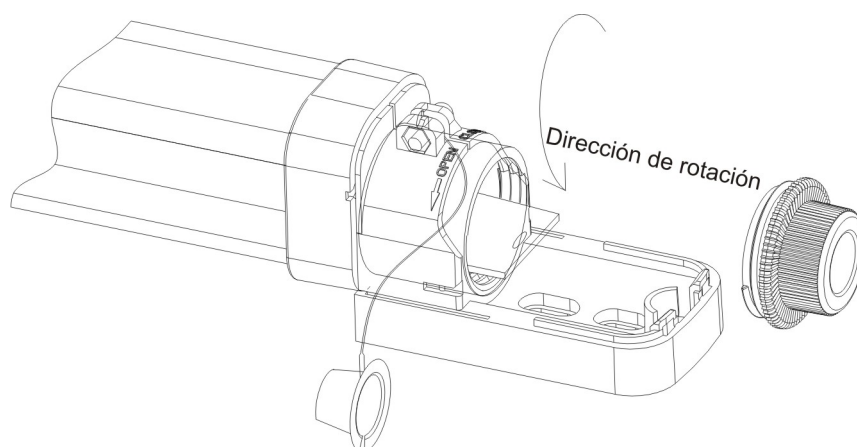

Figura 4
- 1- Gire la rosca de protección en el sentido antihorario para acceso a la placa del sensor IRB, según se indica en la Figura 4.